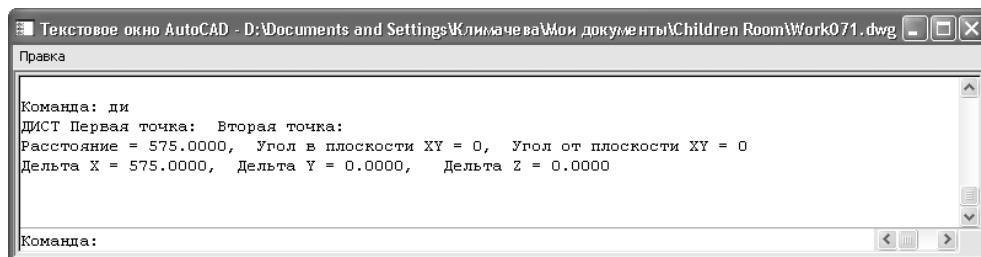

Рис. 7.24 ▼ Команда **дист** (DIST) позволяет измерять расстояния и углы между двумя выбранными точками
- Если хотите подробнее рассмотреть сообщение, выводимое командой **дист** (DIST), нажмите **F2** (рис. 7.24).